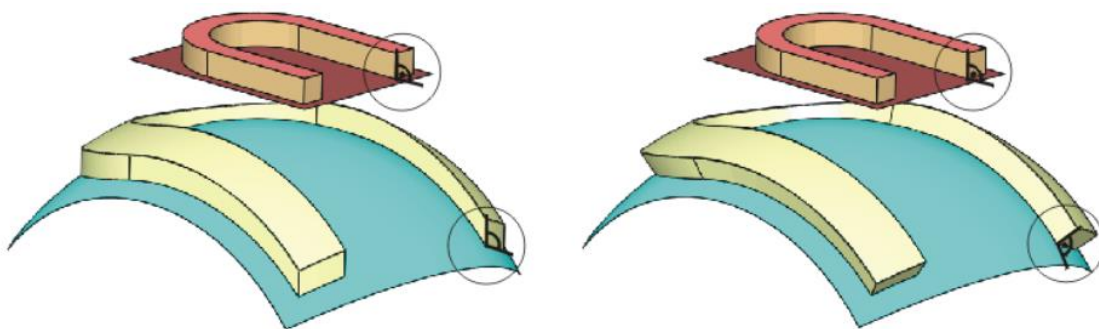

Figura 2.38 Explicación a) Sin Rotation y b) Con Rotation.
- **Rotation (Figura 2.38):** el ángulo entre el resultado final y la superficie objetivo es igual al ángulo entre la geometría a grabar y la superficie de referencia.